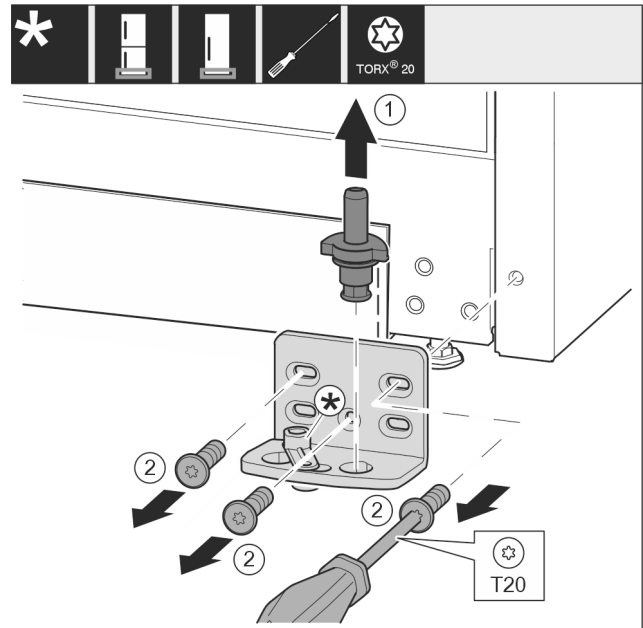

Fig. 14
- Sortir complètement l'axe de palier par le haut. Fig. 14 (1)
- Desserrer les vis avec le tournevis T20 et enlever le support de palier. Fig. 14 (2)